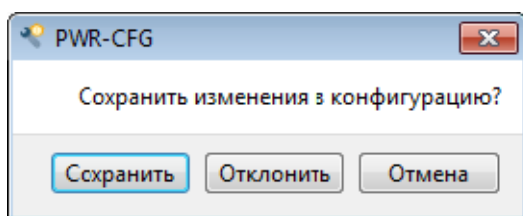

Рис. 3. Диалог сохранения изменений
- Выход – при вызове этой функции будет закрыта программа «Конфигуратор» и если в конфигурации есть не сохраненные изменения будет выведено диалоговое окно (рис. 3).